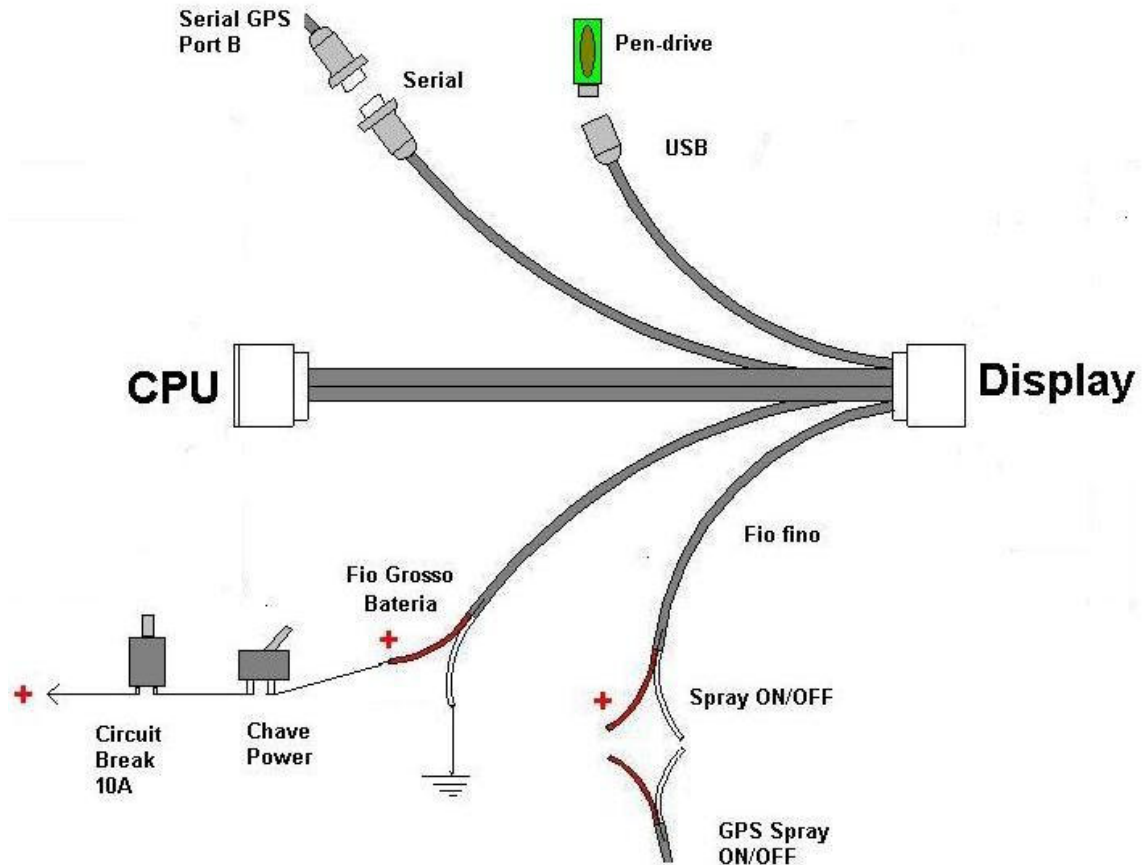

Figura 08
- Bateria : Cabo de entrada mais grosso identificado como “Bateria”. Entrada de alimentação do equipamento pode ser ligado tanto em 12 volts quanto em 24 volts automaticamente. Divide-se em dois fios, onde o fio vermelho é o positivo e o fio branco é o negativo. Ligue fio vermelho deste cabo no barramento do avião passando antes por uma chave de Power e por um circuit-break ou fusível de 7Amp. Ligue o fio branco deste cabo na carcaça da aeronave (terra), conforme figura 08
- Spray ON/OFF: Cabo mais fino identificado como “Spray ON/OFF”. Cabo de entrada de sinal de by-pass aberta ou fechada. Ligue o fio vermelho deste cabo junto ao fio vermelho ou azul da saída de Spary ON/OFF do equipamento de DGPS (Litestar ou Lite Plus). Ligue o fio Branco deste cabo junto ao fio preto da saída de spray ON/OFF do equipamento de DGPS, conforme figura 08;
- Serial: Cabo identificado como “Serial” com conector DB09 macho (9 pinos). Cabo de entrada de dados do AGMoveMap, deve ser conectado a uma das portas seriais do equipamento de DGPS, conforme figura 08;